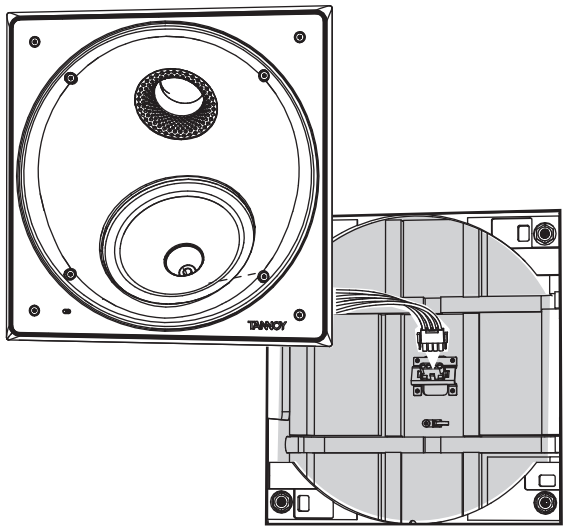

Fig. 6. Connecting the speaker wiring to the back can
4. Zespół głośnika można teraz podłączyć do tylnej puszki za pomocą czterech śrub, jak pokazano na rysunku. Uważaj, aby nie przyciąć ani nie przyciąć przewodów głośnikowych, palców ani nie zawiązać (rys. 6).